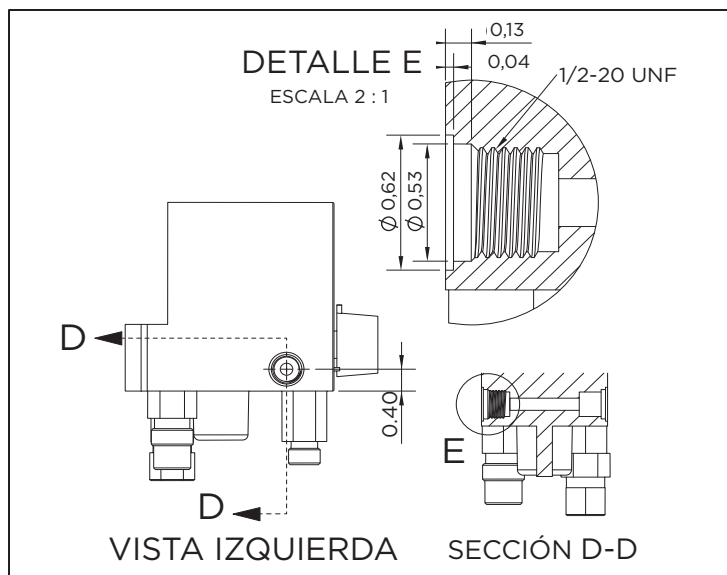

Figura 1: detalle del puerto del mezclador
3. El mezclador debe tener un puerto de salida principal a la izquierda del mezclador con las dimensiones que se muestran en la figura 1 (próxima página).